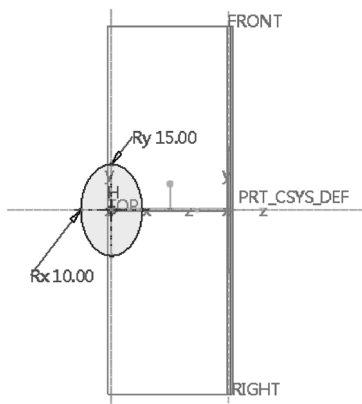

图 4-106 绘制截面 2
9) 在“截面”面板中单击“草绘”按钮，绘制图 4-106 所示的截面 2，单击✔（确定）按钮。